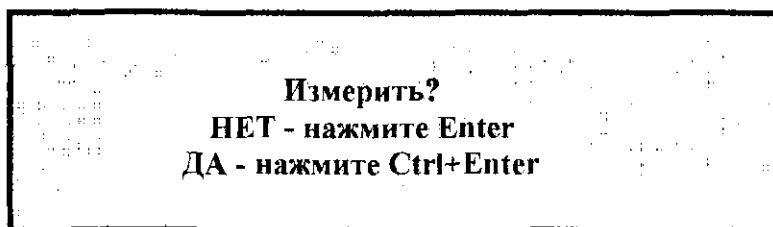

Рис. 4
7.1.4. Если необходимо изменить (ввести) поправку калибра (в мкм), нажмите Ctrl+Enter. На экране появится надпись.(Рис.4).